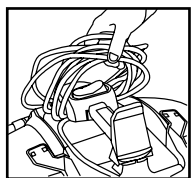

FIGURA 33
55. Tome todo el cable que está detrás de la manija y tire de él por encima del soporte posterior de enrollado de cable, tire del cable hacia la parte frontal de la aspiradora hasta que el mismo se desconecte del soporte de enrollado frontal. **FIGURA 33.**